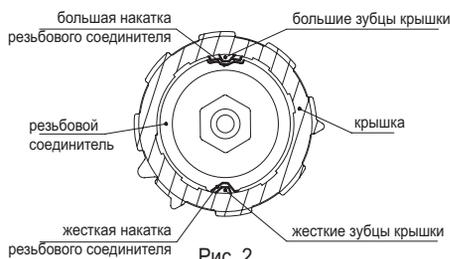

Рис. 2
- Установите крышку на резьбовой соединитель, соответствующим образом совместив две различные насечки (одна большая и одна герметичная) на внутренней стороне крышки, с соответствующими насечками в верхней части резьбового соединителя (рис. 2).